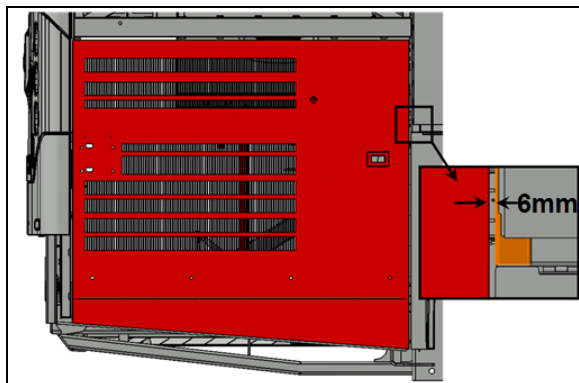

FIGURE 109:
5. Vérifier le jeu entre la porte et l'aile arrière au niveau du bras supérieur de la porte. Le jeu devrait être $1/4''$ (6 mm) (Figure 109:).